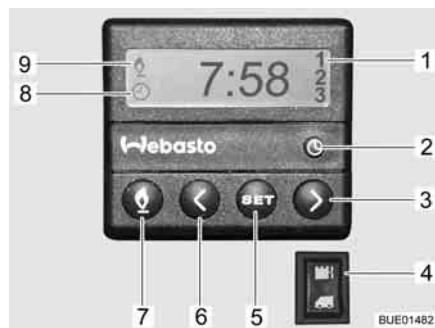

Fig. 148 Centralina di controllo per riscaldamento fisso
- Premere il tasto (Fig. 148,7). Il funzionamento del riscaldamento viene indicato con il simbolo (Fig. 148,9). La ventola viene inserita solo quando la temperatura dell'acqua di raffreddamento è pari a 30 °C.
- Premere il tasto (Fig. 148,7). Il simbolo (Fig. 148,9) si spegne.
- Premere l'interruttore (Fig. 148,4) in alto. Il motore viene preriscaldato. La ventola viene inserita immediatamente.
- Premere l'interruttore (Fig. 148,4) in basso. Il motore rimane freddo.
- Premere il tasto (Fig. 148,2). L'impostazione dell'ora viene indicata con il simbolo (Fig. 148,8).
- Impostare l'ora con i tasti (Fig. 148,3 e 6).
- Premere il tasto (Fig. 148,5).
- Impostare l'orario di accensione con i tasti (Fig. 148,3 e 6) entro 10 secondi.
- Premere il tasto (Fig. 148,5) fino a che nel display (Fig. 148,1) non appare il numero di programmazione desiderato.